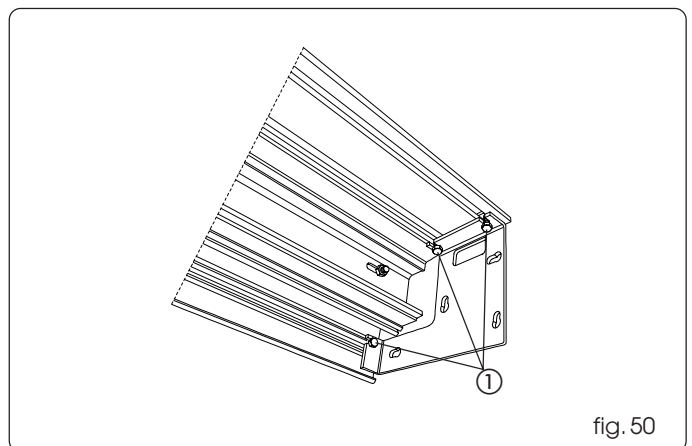

fig. 50
Ensamble las bridas de fijación lateral utilizando los adecuados tirantes (fig. 50 ref. ①).